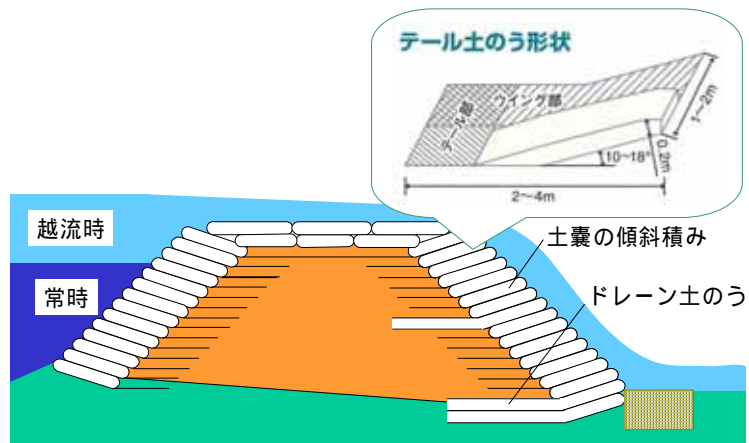

図1 越流許容型ため池工法(ため池堤体の断面図)
1. 「テールとウィングを連結した扁平状の大型土嚢」(以下、テール土嚢と呼ぶこととします)は、ポリプロピレン製で通常の土嚢の約 10 倍の大きさを有し、土嚢にはテールとウィングというシートが連結されています。(図 1)